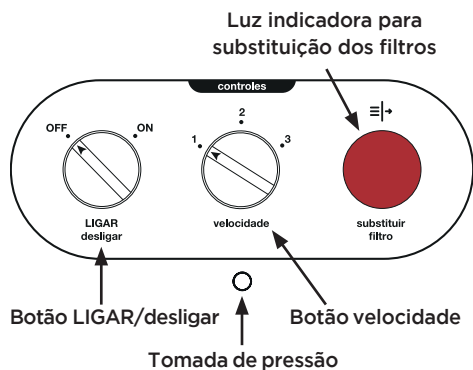

Fig. 5 - Painel frontal de controle da unidade
1. Veja o painel de comando com os botões e luz indicadora na parte frontal superior esquerda da unidade (Fig. 5).